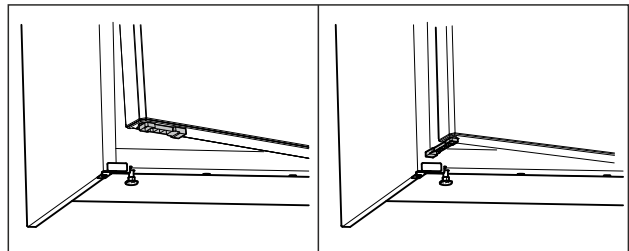

Fig. 70 *
- ▶ Drej døråbningsbegrænseren 90°. (se Fig. 70) *